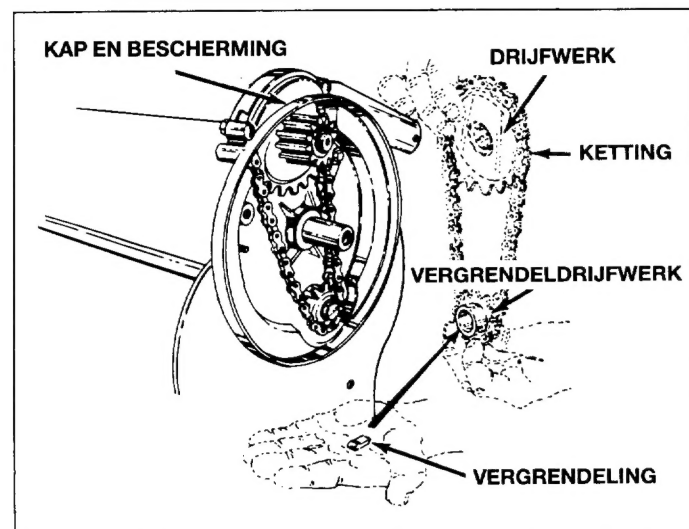

Fig 34
2. Om bij de ketting, het kettingtandwiel en de steekas te kunnen komen voor onderhoud, dienen de kap en de bescherming gedemonteerd te worden. (De kap en de bescherming hoeven echter niet verwijderd te worden voor het schoonmaken en smeren van de ketting). Zie fig. 34 en 35.
4. De vergrendeling in het kleine tandwiel heeft een schuin en een plat uiteinde. Zie fig. 34. Bij het monteren van het vergrendeldrijfwerk en de vergrendeling moet de binnenzijde gevuld worden met vet. Monteer het drijfwerk en draai dit rond. Wanneer de borstels vrij in beide richtingen kunnen roteren is de vergrendeling verkeerd gemonteerd. De vergrendeling demonteren en omkeren. Als de borstel slechts in één richting roteert, is de vergrendeling op de juiste manier gemonteerd.